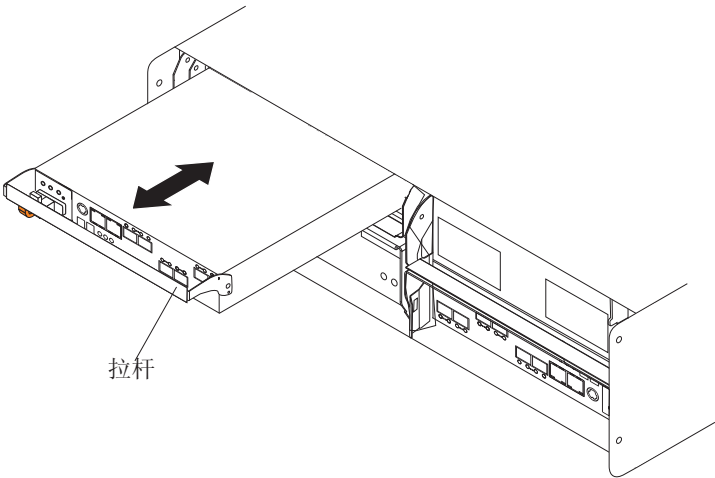

图 16. 卸下并重新安装控制器
- 2. 慢慢将拉杆从机箱中拉出以从托架卸下控制器, 如图 16 中所示。